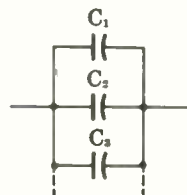

Fig. 36.
*Capacitances in parallel (Fig. 36)*